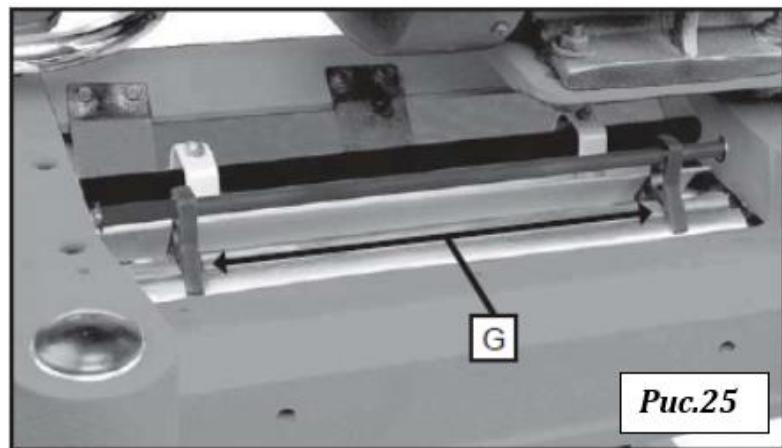

Рис.25
- Осторожно поставить приспособление (G) для выверки ножей, рис. 25, на режущий вал.